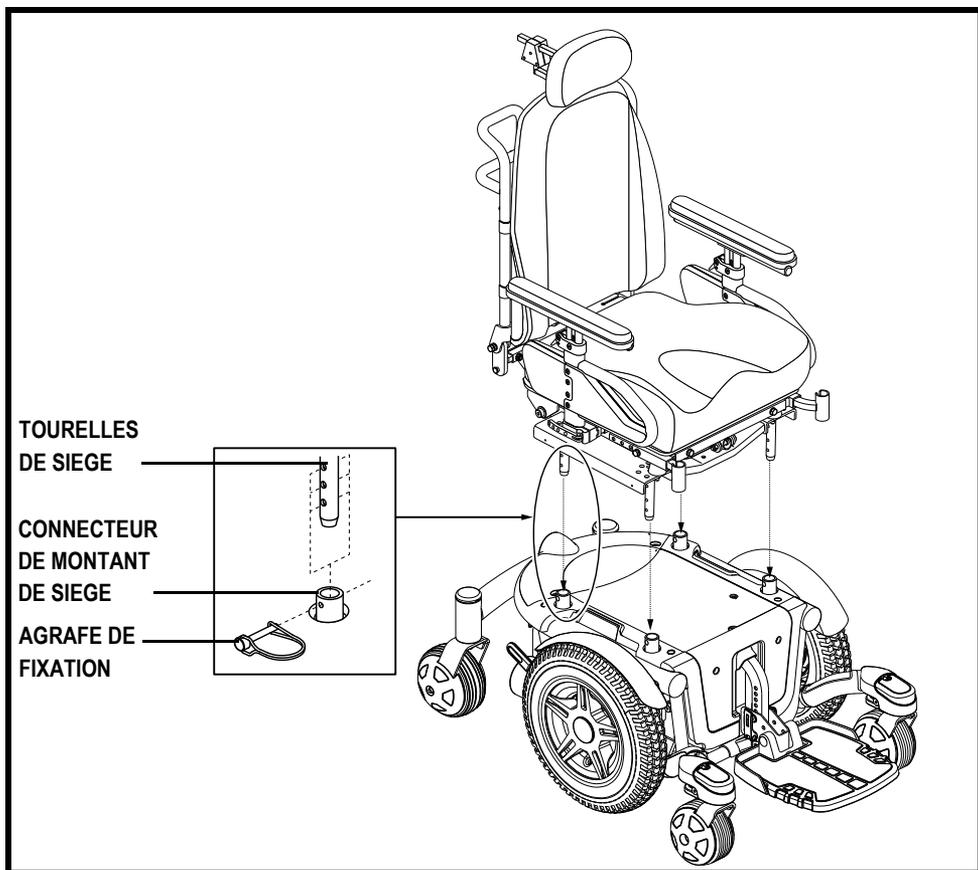

Figure 2. Réglage de la hauteur et l'inclinaison du siège
1. Retirez les agrafes de fixation sur chaque support du siège. **Voir la figure 2.**